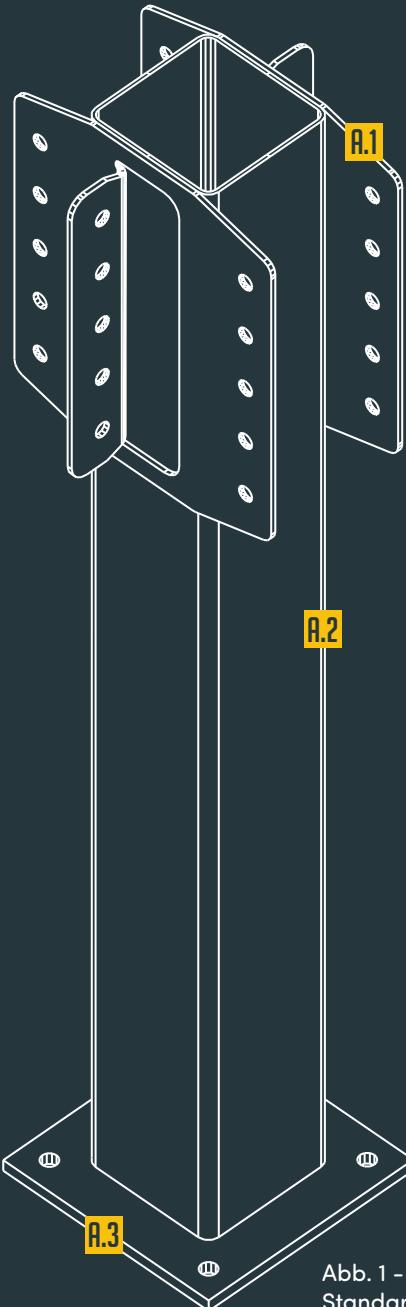

Abb. 1 – Standardplatte
- Querschnitt je nach auf den Boden zu übertragenden Lasten 200 x 200 x 10 mm oder 300 x 300 x 15 mm (Abb. 1),